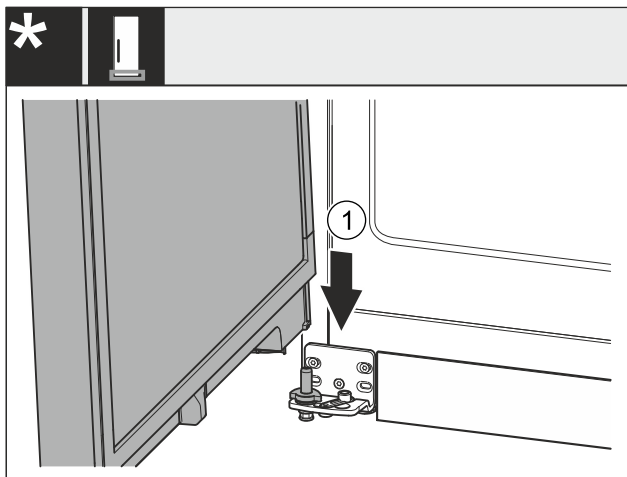

Fig. 44 *
- ▶ Deur van bovenaf op de onderste lagerbouten Fig. 44 (1) plaatsen.*